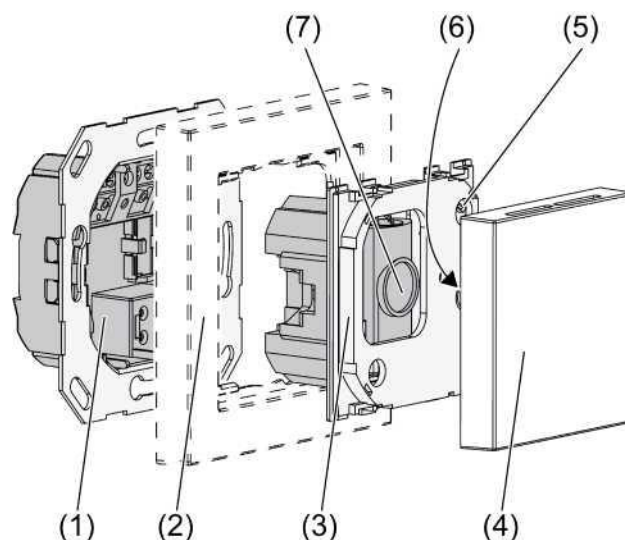

Рис. 1: устройство прибора
- Закрепите электронную насадку стопорным винтом (6) (Рис. 1)
- Снова установите накладку (4)
- (8) Двоичные входы клеммной группы
- (9) Подключение к шине KNX